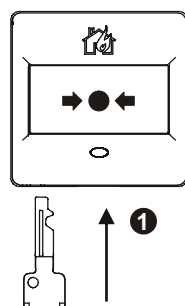
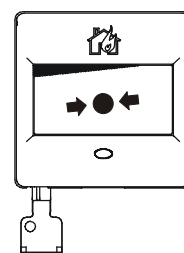

Fig. 8
Fig. 9
1. Insert the key into the detector so that the element moves (Fig. 8 and Fig. 9).
1. Stecken Sie den Schlüssel in den Melder, so dass sich der Einsatz verschiebt (Fig. 8 und Fig. 9).
1. Introduisez la clé dans le détecteur de façon à déplacer l'insert (Fig. 8 et Fig. 9).